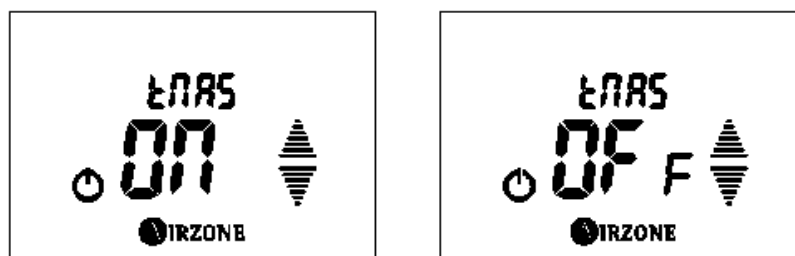

Fig. 75
- **Configuração do comando principal TNAS:** Aparece a configuração que tem o comando. Se é o principal, aparece On e se é de zona mostra OFF. Se deseja alterar a configuração do comando toque em **AIRZONE** e o valor do menu ficará a piscar, indicando que está dentro do menu. Selecione a opção desejada com as setas ▲▼ e toque em **AIRZONE** para confirmar. Se deseja sair do menu toque  para voltar ao menu anterior. (Fig. 75)